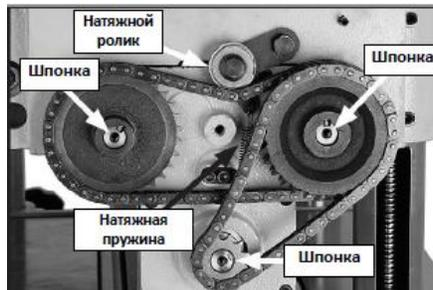

Рис. 22 Звездочки и цепи
11. Снимите винты и шайбы с трех звездочек, как показано на Рис. 22, чтобы открыть шпонки звездочек.
12. Отсоедините натяжную пружину, показанную на Рис. 22, и отведите натяжной ролик, чтобы не мешал.
13. Поверните ножевой вал так, чтобы шпонки звездочек были в общем верхнем положении (Рис. 22). Это предотвратит выпадение шпонок.